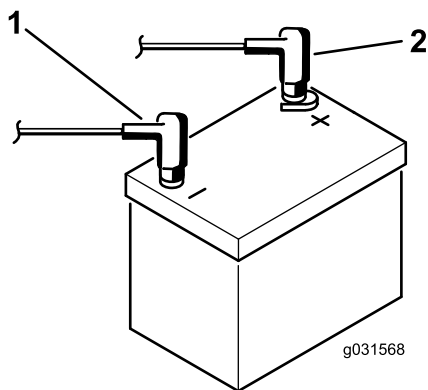

Figura 4
8. Collegate il cavo positivo (rosso) al terminale positivo (+) e il cavo negativo (nero) al terminale negativo (-) della batteria e fissateli con i bulloni e i dadi (Figura 4).